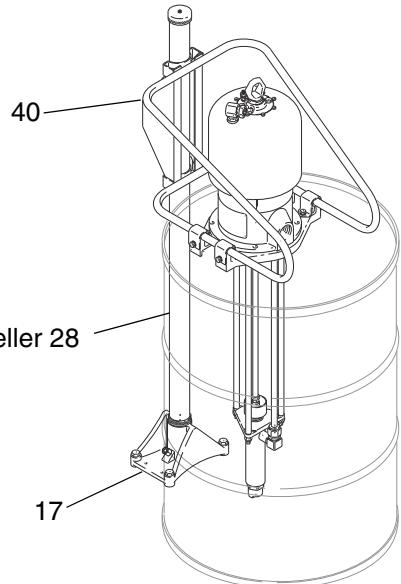
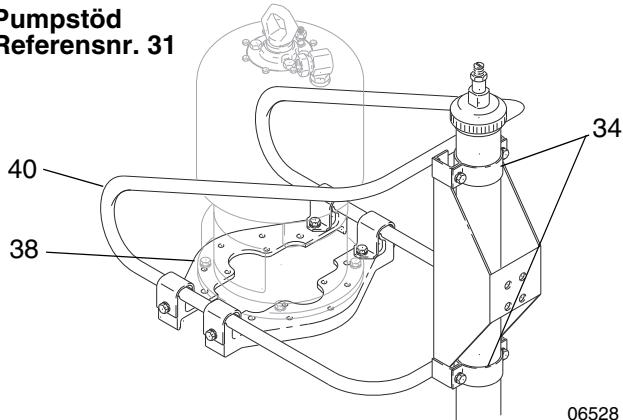

FIG. 1
FIG. 3
Placera en öppen trumma mot lyftens basplatta (17). Placera fästet (40) ovanpå trumman så att klämmans (34) fördjupningar ligger tätt mot lyftens stigarrör (14 eller 28). Se FIG. 1 och FIG. 3. Höj stigarröret ungefär 6,4 mm (0,25 tum), installera klämmorna (34) och dra åt. Fäst pumpens monteringsfästen (38).